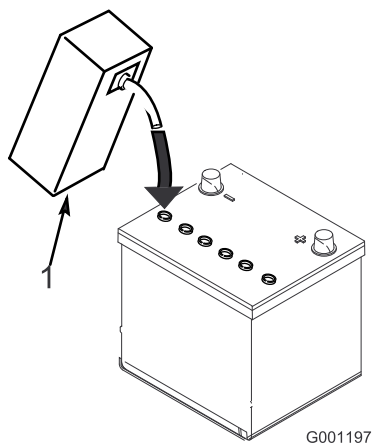

図 10
3. 各セルに慎重に電解液を満たす。電極板が 6 mm 程度水没するぐらいが適当 (図 10)。
4. 電極板が液を吸収するまで 20~30 分程度待つ。必要に応じて、電極板が 6 mm 程度水没するぐらいに電解液を補充する (図 10)。